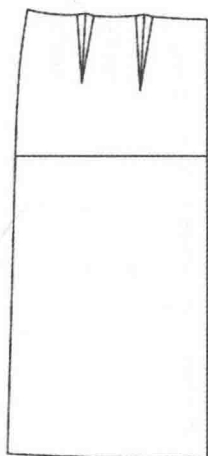

图6-11 画省山线
⑤选择  【智能笔】工具画二个腰省的省山线（图 6-11）。
(7) 绘制后片：
①后片也可采用前片一样的绘制方法重新绘制。